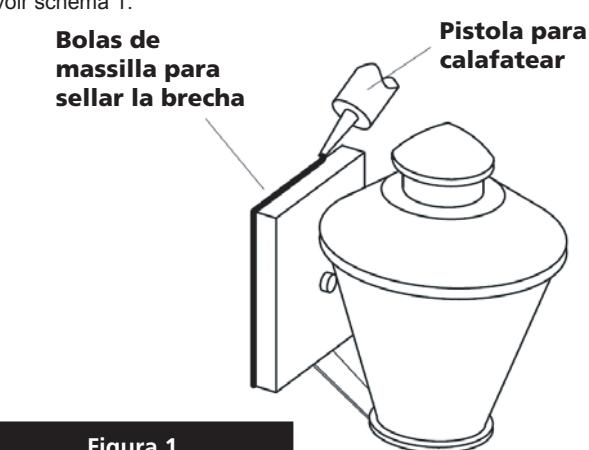

Figura 1
1. Conecte el cable de alimentación positivo (**A**) (normalmente negro o la cara lisa, sin marcas del cable de dos conductores) de plomo accesorio positivo (**B**) con un giro de tamaño adecuado en el conector – **Véase la Figura 1 y 2**.
Para conectar a tierra en un sistema eléctrico de 3 hilos, fije el cable de tierra del artefacto (**E**) (generalmente de cobre o verde recubierto de plástico) a la brida de montaje accesorio (**M**) con el tornillo de tierra (**S**) – **Véase la Figura 1**.